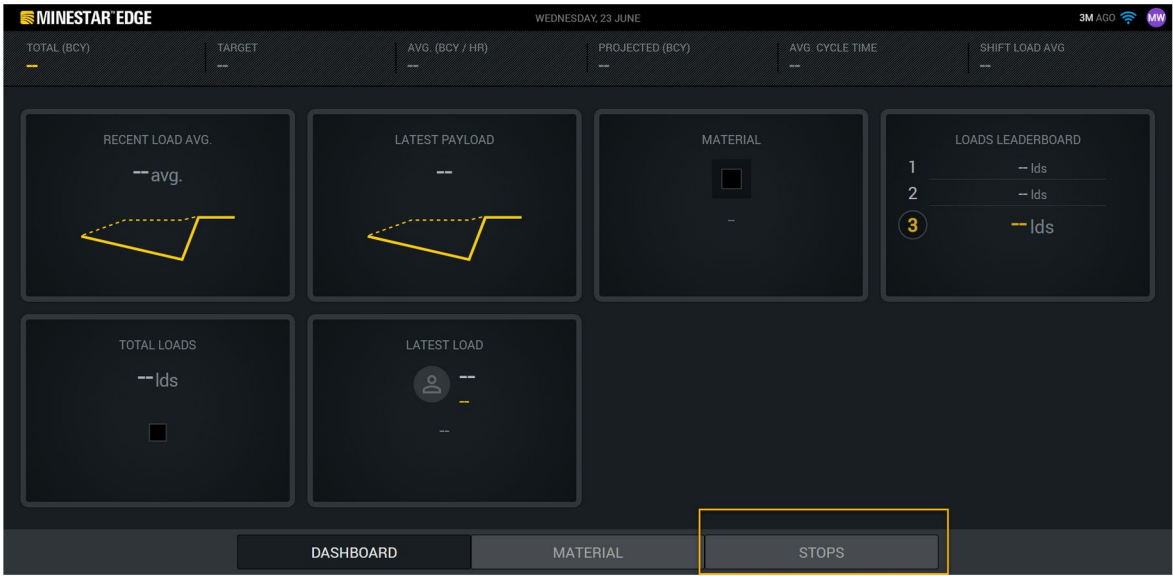

Рис. 19
2. На дисплее оператор может указывать причину остановки. После входа в систему нажмите кнопку "Остановки" в нижней части экрана, как показано на рис. 19 .